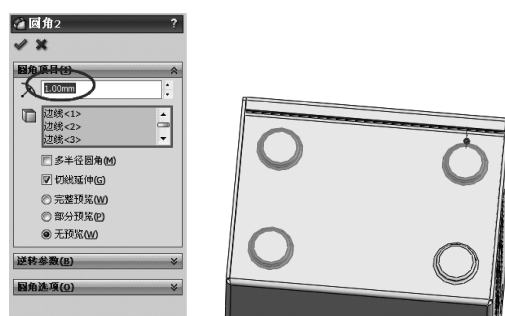

图 14-35 生成圆角特征 2
19) 单击【特征】工具栏中的 (圆角) 按钮,在【属性管理器】中弹出【圆角】属性设置。在【圆角项目】选项组中,设置 (半径) 为 1.00mm,单击 (边线、面、特征和环) 选择框,在图形区域中选择模型的 6 条边线,单击 (确定) 按钮,生成圆角特征,如图 14-35 所示。